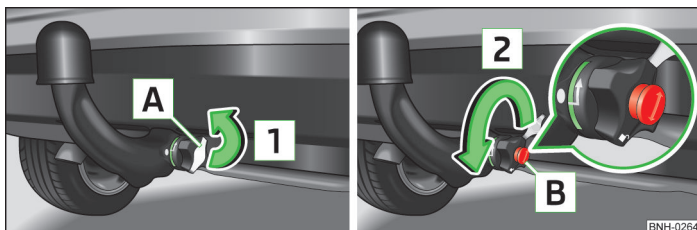

Fig. 110 Îndepărtarea capacului încuietorii / deblocarea încuietorii
- Scoateți capacul **A** de pe încuietoarea roțiței, în sensul săgeții **1** » fig. 110.